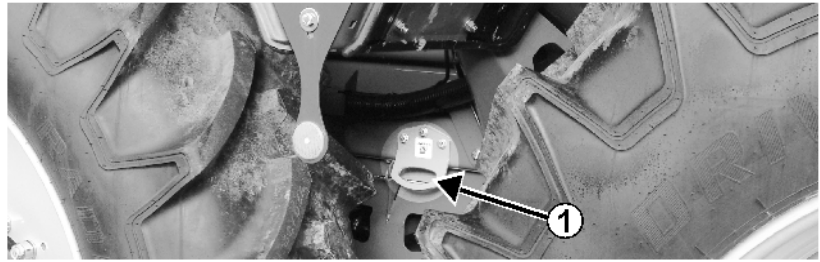

Bild 7
- Surrningspunkter till höger och vänster mellan hjulen (Bild 7/1)